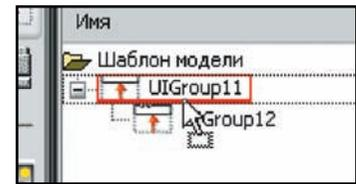

Рисунок 10.8 Управление иерархией
- Добавьте ещё один элемент «Группа» аналогичным способом. При этом обратите внимание на получаемое положение элемента. Начните перетаскивать элемент на строчку, отображающую предыдущую группу, но пока не отпускайте кнопку мыши. Обратите внимание, что когда курсор мыши наведён на существующую строчку, она выделяется красной рамкой. При этом если подвести курсор мыши к нижнему краю строчки, то красная рамка утолщается внизу (рис. 10.8), аналогично она утолщается сверху, когда курсор